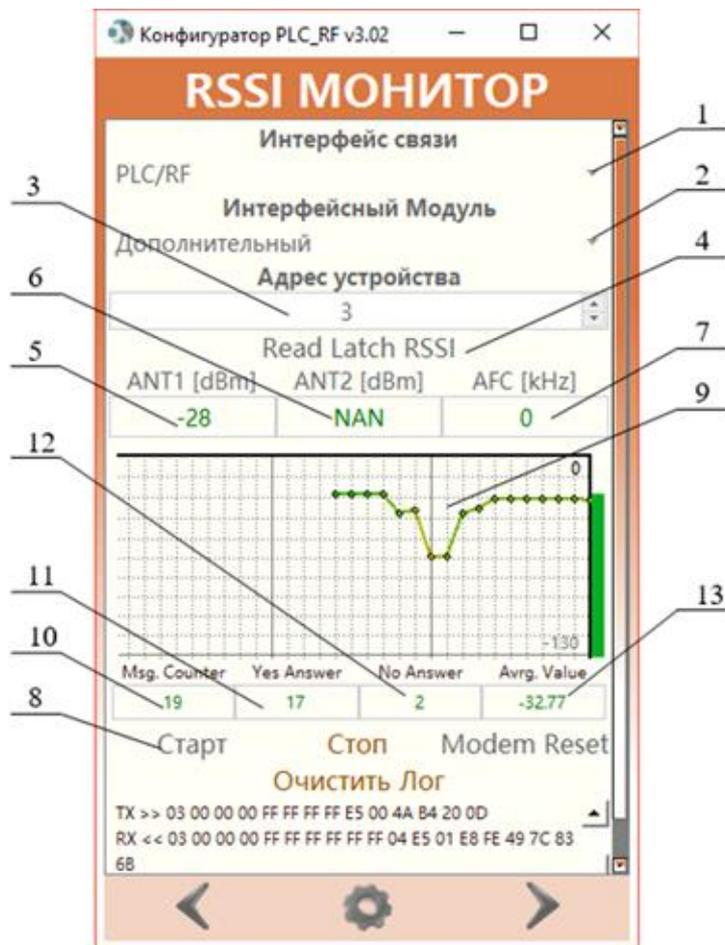
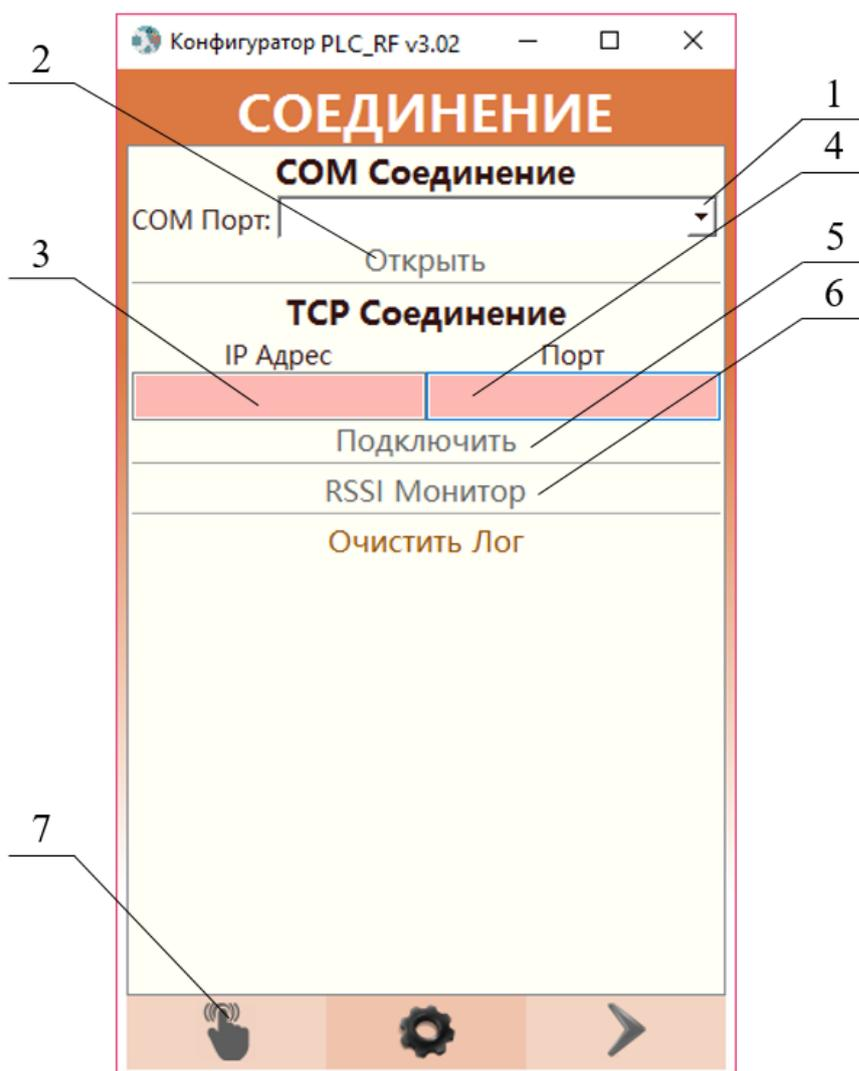
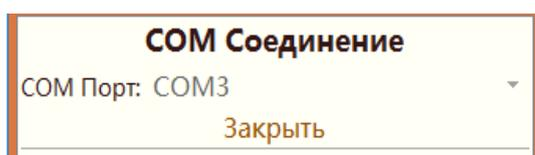
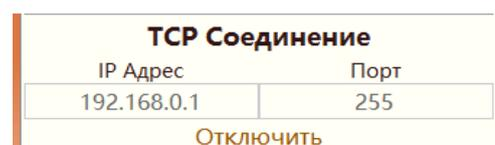

Рисунок 4 – окно «RSSI Монитор»
Рисунок 5 – Окно «Соединение»
Рисунок 6 – Кнопка «Закрыть» в окне «Соединение»
Рисунок 7 – Кнопка «Отключить» в окне «Соединение»
Значение RSSI измеряется опрашиваемым приемником в момент приема сообщения по интерфейсу RF. Приемниками могут быть модули RF в составе счетчиков, а также Милур IC U-Z. Мониторинг значения RSSI выполняется в окне «RSSI Монитор» (рис. 4).
7.3 В окне «Соединение» (рис. 5) выбрать тип соединения в зависимости от типа устройства и способа его подключения к ПК в соответствии с таблицей Таблица1.
После установления соединения разблокируется кнопка «RSSI Монитор» (рисунок 5 поз.6).
7.4 Открыть окно «RSSI Монитор» (рис. 4) нажатием кнопки «RSSI Монитор» из окна «Соединение» (рис. 5 поз. 6).
ВАЖНО! Выпадающий список интерфейсного модуля (рис. 4 поз. 2) будет доступен только если в окне «Подключение» Интерфейсом связи будет выбран COM/УСО (Оптопорт)
Таблица 5 – Элементы окна «RSSI Монитор» и их функции (рис. 4)
7.5 В выпадающем списке «Интерфейс связи» (рис. 4 поз. 1) выбрать интерфейс связи
А) откроется информационное поле (рис. 4 поз. 9), в котором будет отображаться график RSSI для серии запросов.
Б) в полях (см. рис.4): «ANT1 [dBm] (поз. 5), «ANT2 [dBm] (поз. 6), AFC [kHz] (поз. 7), «Msg. Counter» (поз. 10), «Yes Answer» (поз. 11), «No Answer» (поз. 12), «Avg. Value» (поз.14) будут отображаться соответствующие таблице 5 данные в режиме реального времени.
При этом, если у устройства-приемника две антенны, то в полях, «ANT1[dBm] (рис. 4 поз. 5) и «ANT2 [dBm](рис. 4 поз. 6) будут отражаться данные для каждой антенны приемника соответственно.
- Кнопка «Read latch RSSI» (рис. 4 поз. 4) запускает однократный запрос RSSI
- Кнопка «Стоп (рис. 4 поз. 13) останавливает мониторинг.
Открытие сеанса связи с устройством выполняется в окнах «Соединение» (рис. 5) и «Подключение» (рис. 10). Порядок действий в конфигураторе при открытии сеанса связи универсален для модулей PLC и RF в составе счетчиков, а также для Милур IC U-Z.
Таблица 6 – Элементы окна «Соединение» и его функции (рис. 5)
А) при подключении через COM-порт (COM-соединении) в выпадающем списке выбора COM-порта (рис. 5 поз. 1) выбрать COM-порт, назначенный ПК для подсоединенного устройства, и нажать кнопку «Открыть» (рисунок 5 поз. 2). После открытия COM-порта, элементы окна TCP-соединения блокируются, а кнопка «Открыть» меняет текст на «Закрыть» (рис. 6);
Б) при подключении через TCP-сервер (TCP-соединение), в соответствующие поля окна ввести IP-адрес (рис. 5 поз. 3) и номер порта TCP-сервера (рис. 5 поз. 4) и нажать кнопку «Подключить» (рис. 5 поз. 5). После подключения элементы окна COM-соединения блокируются, а кнопка «Подключить» меняет текст на «Отключить» (рис. 7).